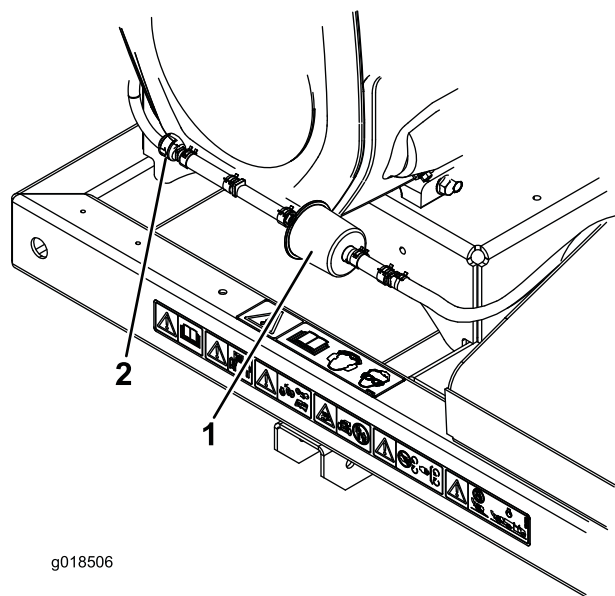

Figura 22
2. Spostate le fascette stringitubo del tipo a molla su entrambi i lati del filtro della linea di spurgo del canister a carboni attivi lontano dal filtro (Figura 22).
3. Togliete il filtro a carboni attivi e gettatelo (Figura 22)
4. Montate un nuovo filtro nel flessibile con la freccia del filtro rivolta verso la valvola di ritenuta e fissatelo con le fascette stringitubo (Figura 22).